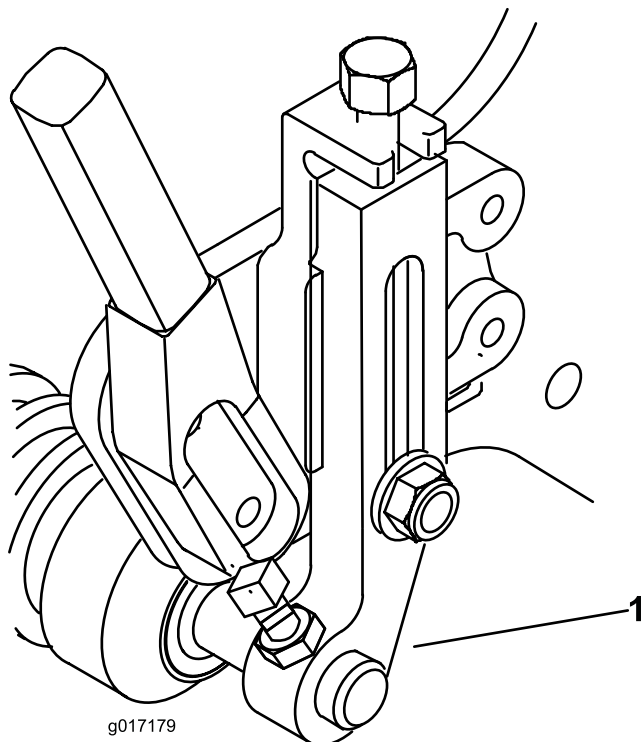

Figure 2
- Tondeuses Greensmaster 1600 – procurez-vous 2 bras de hauteur de coupe neufs chez votre concessionnaire Toro agréé et montez-les sur le rouleau et les plaques latérales avec les fixations retirées précédemment (Figure 2).
- Tondeuses Greensmaster 800 et 1000 – tournez les bras de hauteur de coupe que vous avez déposés précédemment en position avant et montez-les sur le rouleau et les plaques latérales avec les fixations retirées précédemment (Figure 2).